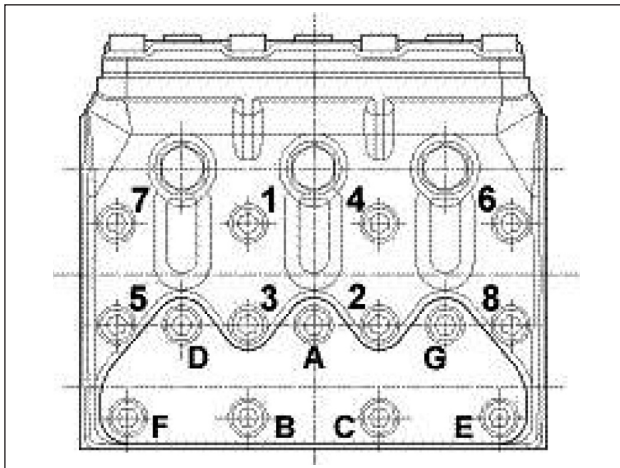

Abb. 24
** Die Befestigungsschrauben des Kopfs müssen mit einem Drehmomentschlüssel und durch Schmieren des Gewindefschäfts gemäß der Reihenfolge in Abb. 24 festgezogen werden.
*** Die Befestigungsschrauben der Ventildeckel müssen mit einem Drehmomentschlüssel und durch Schmieren des Gewindefschäfts gemäß der Reihenfolge in Abb. 24 festgezogen werden.